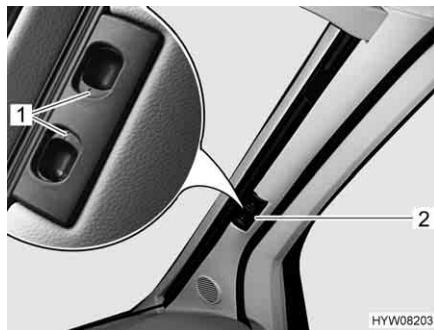
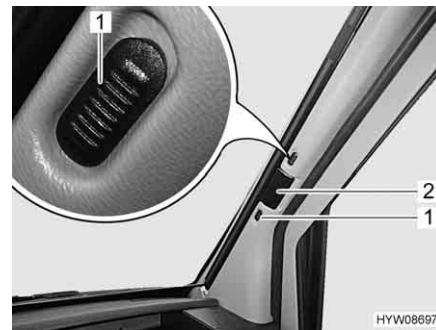

Fig. 29 Tendina oscurante pieghevole (parabrezza, Fiat)
Fig. 30 Tendina oscurante pieghevole (parabrezza, Mercedes-Benz)
- Premere e tenere premute le leve di bloccaggio (Fig. 29,1) o spostare verso l'alto o il basso i bottoni di bloccaggio (Fig. 30,1) (punto rosso = aperto).
- Tirare la tendina oscurante pieghevole del parabrezza per la maniglia (Fig. 29,2 o Fig. 30,2) verso il centro della finestra.
- A seconda del tipo di tendina oscurante, premere e tenere premute le leve di bloccaggio (Fig. 30,1).
- Tirare verso l'esterno le due metà della tendina oscurante pieghevole del parabrezza per la maniglia (Fig. 29,2 o Fig. 30,2) fino all'arresto.
- Rilasciare le leve di bloccaggio (Fig. 29,1) e farle innestare, oppure spostare verso l'alto o il basso i bottoni di bloccaggio (Fig. 30,1) (nessun punto rosso = bloccato).